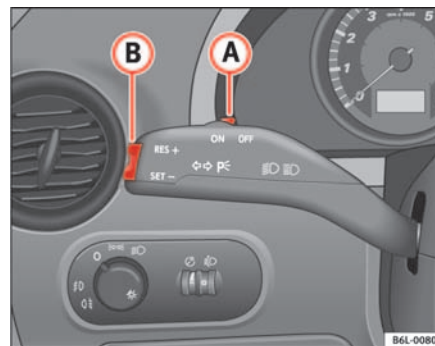

Fig. 101 Palanca de intermitentes y de luz de carretera: conmutador y tecla basculante para el regulador de velocidad
- Mueva el mando ➔ fig. 101 **(A)** hacia la izquierda hasta la posición **ON**.